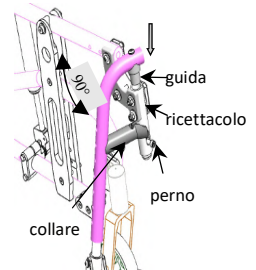

fig. 3.2: Inserimento tubo poggiagamba Versione ribaltabile
- posizionare il tubo poggiagamba perpendicolarmente al tubo del sedile (fig. 3.2).